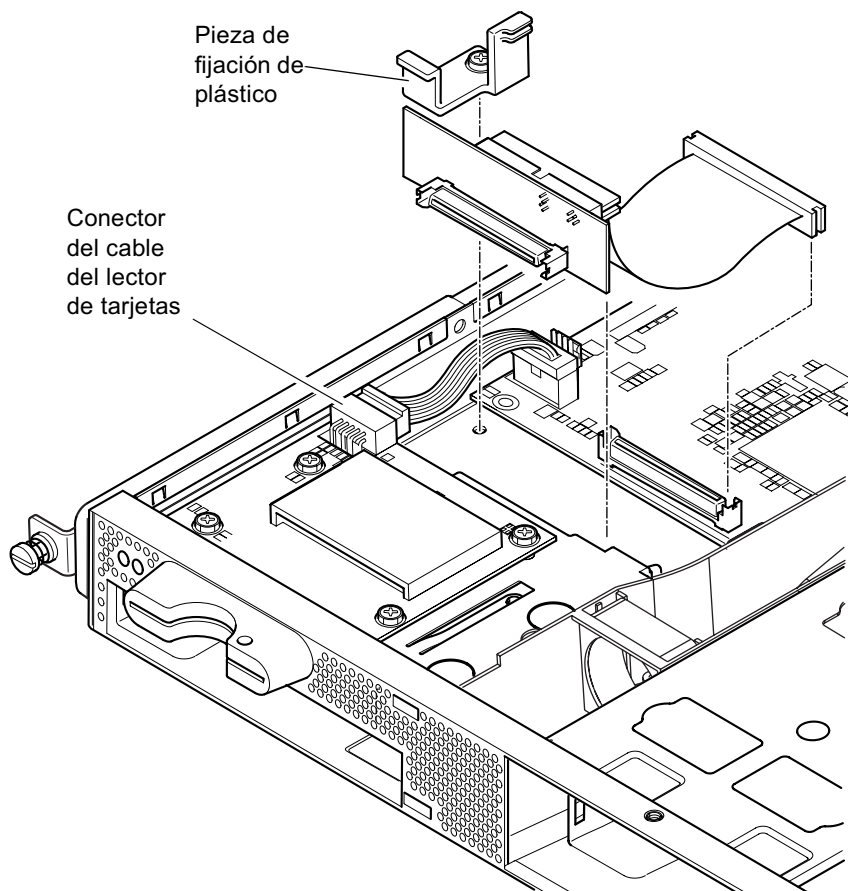

FIGURA 11-3 Reemplazo de la tarjeta paddle de la parte posterior de la carcasa de la unidad de DVD o CD-ROM
3. **Desconecte el cable de alimentación de la placa del lector de tarjetas de memoria de la tarjeta del sistema (consulte la FIGURA 11-3).**
6. **Conecte el nuevo cable de cintas IDE a la tarjeta del sistema con el cable que va desde la tarjeta del sistema hasta la unidad de DVD o CD-ROM (consulte la FIGURA 11-3).**
11. A continuación, vuelva a colocar la pieza de fijación de plástico que sujeta la tarjeta paddle y atorníllela en la base del chasis (consulte la FIGURA 11-3).